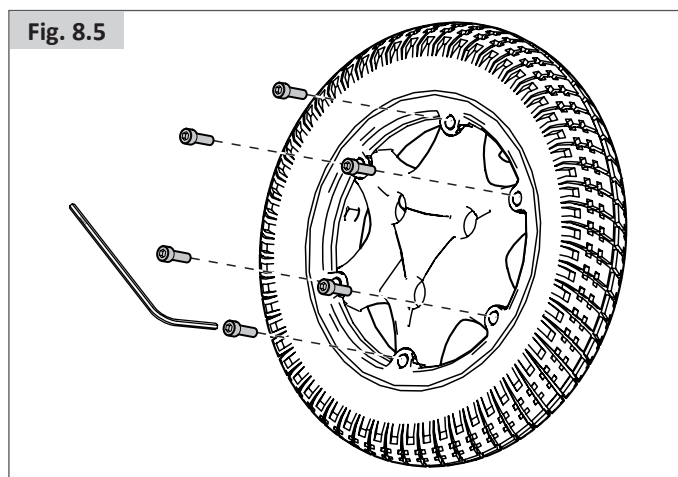

Fig. 8.5
- Er bevinden zich 6 bouten in de velg die losgedraaid/ vastgedraaid moeten worden in de volgorde zoals getoond, (Fig. 8.5).
- Gebruik een 5,0mm inbussleutel om deze moeren los/vast te draaien. (Fig. 8.5) .
- Draai de moeren vast in de eerder getoonde volgorde; let op dat u daarbij niet in de binnenband steekt (Fig. 8.5).